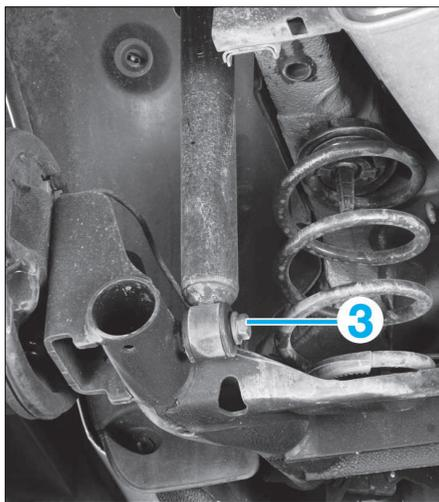

FIG. 20
- déposer la vis (3) de fixation inférieure de l'amortisseur (Fig.20).
- Déposer la vis (3) de fixation inférieure de l'amortisseur (Fig.20)